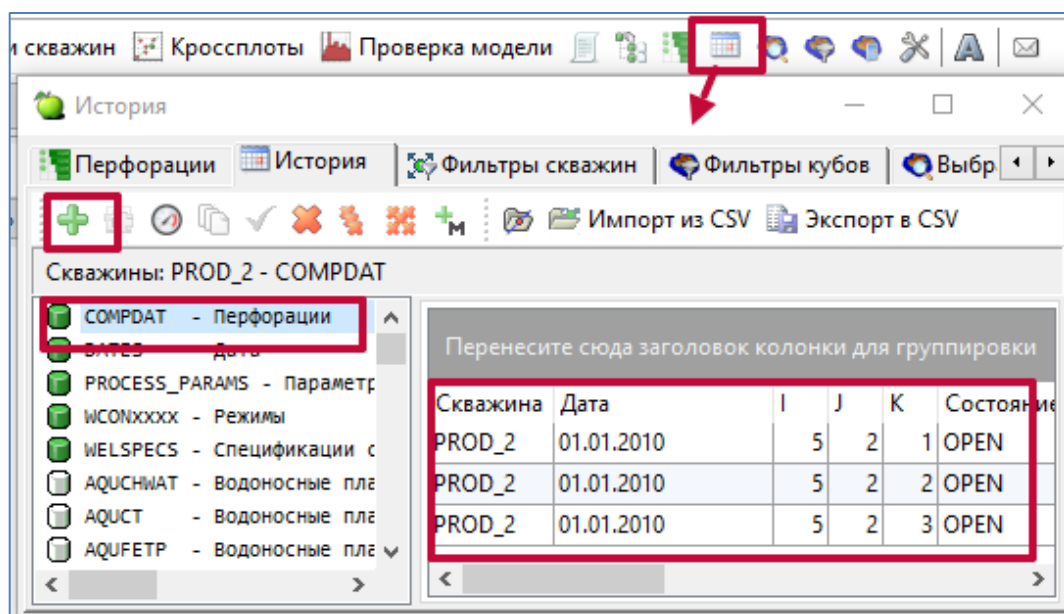

Рисунок 28. Добавление перфораций в окне «История»
- 3) выбрать скважину в окне «Схема» или «Карта». Перейти в окно «История», нажав кнопку  на панели инструментов или клавишу F12. В левой части окна «История» выбрать пункт COMPDAT и нажатием на кнопку  добавить строку, в которую вводятся необходимые данные (Рисунок 28).
- для скважины INJ на 3-ий слой (Рисунок 28).